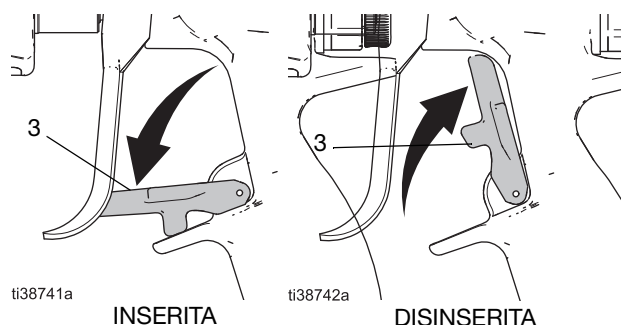

FIG. 12: Posizioni della sicura del grilletto
2. Inserire la sicura del grilletto (3). Vedere FIG. 12, pagina 15.
3. Rimuovere il gruppo cappello dell'aria (8) e l'ugello di spruzzatura (7).
1. Inserire la sicura del grilletto (3). Vedere FIG. 12.
4. Disinserire la sicura del grilletto (3). Vedere FIG. 12.
6. Inserire la sicura del grilletto (3). Vedere FIG. 12.
7. Se si sospetta un'ostruzione dell'ugello di spruzzatura (7) o del tubo flessibile di alimentazione del fluido della pistola (G) oppure che la pressione non sia stata scaricata completamente:
- a. Allentare MOLTO LENTAMENTE l'anello d'arresto (8b) o il raccordo dell'estremità del tubo (22) per scaricare gradualmente la pressione.
- b. Allentare completamente il dado o l'accoppiamento (22).